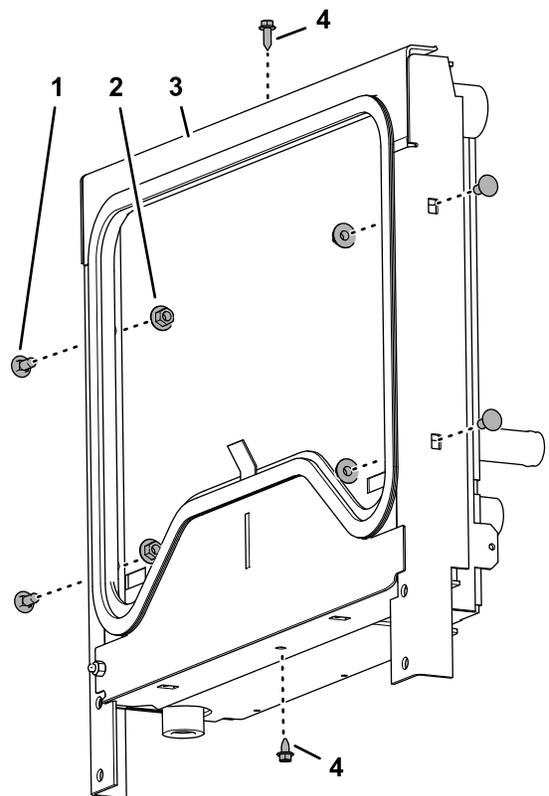

Bild 27
- Den Befestigungsrahmen mit den beiden Bundkopfschrauben ($\frac{1}{4}'' \times \frac{3}{4}''$) lose am Kühler/Ölkühler montieren (Bild 27).
- Montieren Sie den Befestigungsrahmen mit den vier Schlossschrauben ($\frac{5}{16}'' \times \frac{3}{4}''$) und den vier gezahnten Bundmuttern ($\frac{5}{16}''$) am Kühler/Ölkühler (Bild 27).